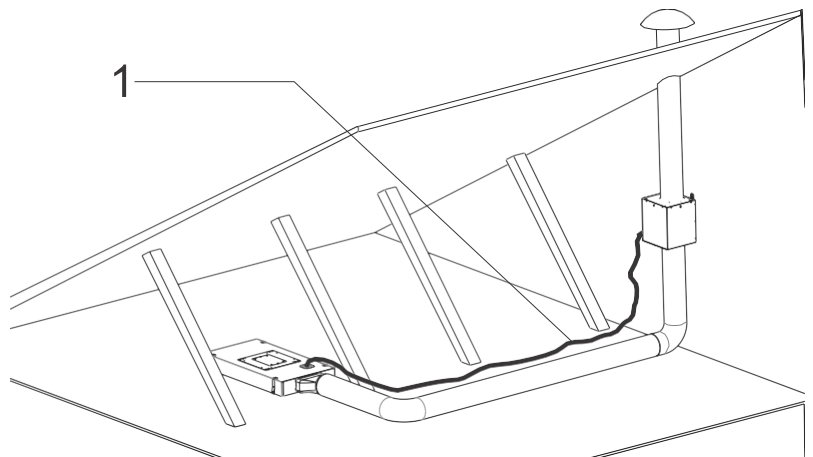

Fig. 20
- 5. ➔ Koppla nu den 8 meter långa kabeln mellan ventilatorn och motorchassiet för att säkerställa anslutning mellan dessa. (Fig. 20).